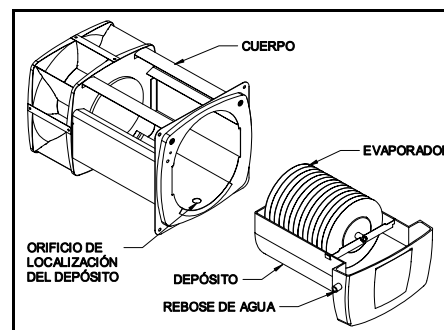

Figura 4
8. Se debe introducir por el orificio para estar lleno hasta los topes del depósito, un tubo de 1/4" del diámetro (ver las figura 4) desaguar cualquier exceso de agua.